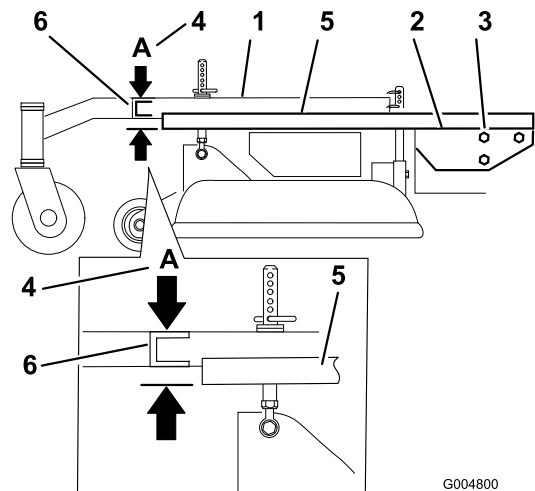

Figure 55
3. Placez une longue planche, ou autre objet similaire parfaitement droit en haut du plancher moteur, comme illustré à la Figure 55.
4. Au niveau du tube transversal du bâti porteur, mesurez la hauteur au point A (Figure 55). Elle doit être égale à $33 \text{ mm} \pm 6 \text{ mm}$.
6. Desserrez les boulons de montage du bâti porteur de chaque côté de la machine (Figure 55).
7. Alignez le bâti porteur et le plancher moteur à la même hauteur qu'au point A, c.-à-d. $33 \text{ mm} \pm 6 \text{ mm}$ (Figure 55).